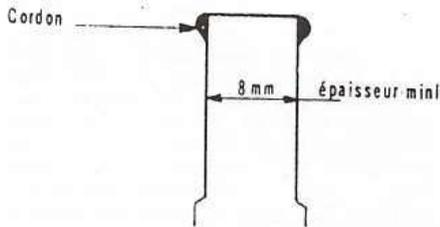

Figure 104. — Cordon formé par l'usure du disque
- Vérifier l'état du disque : le frottement des garnitures, en usant le disque, peut avoir fait apparaître un cordon sur les bords extérieurs du disque (fig. 104). Le cordon peut gêner le dégagement de l'ensemble étrier-garnitures, le meuler en faisant tourner le disque.